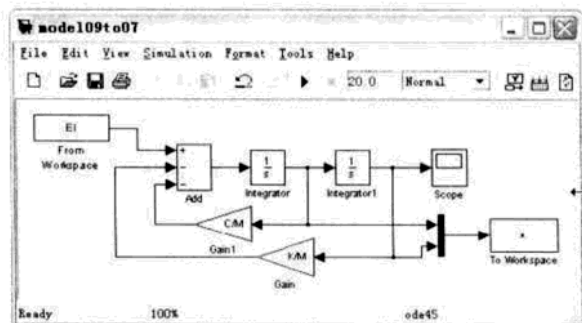

图 9.13 动力学系统 Simulink 模型
- (1) 建立楼房结构动力学方程: $M\ddot{x}(t) + C\dot{x}(t) + Kx(t) = f(t)$ 。
- (2) 变换动力学方程: $\ddot{x} = \frac{f(t)}{M} - \frac{C}{M}\dot{x} - \frac{K}{M}x$ 。
(3) 构造 Simulink 模型。建立 Simulink 模型如图 9.13 所示, 保存文件名为 model09to07.mdl。然后设置模块。